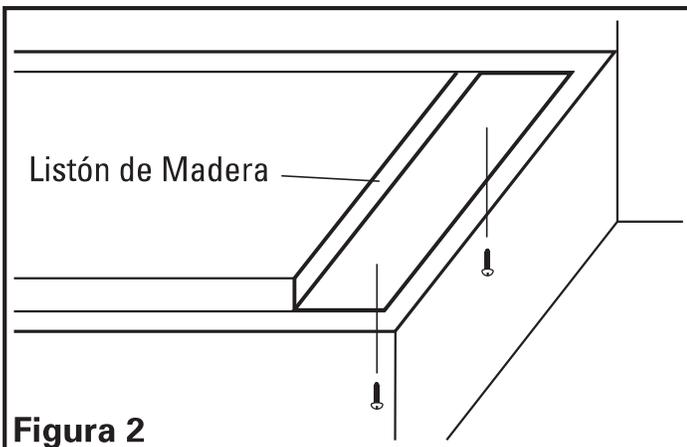

Figura 2
- Si la campana va a ser instalada debajo de gabinetes que tienen la parte inferior empotrada, será necesario instalar listones de montaje de madera (no incluidos) para que la campana pueda ser adecuadamente instalada (**Figura 2**).